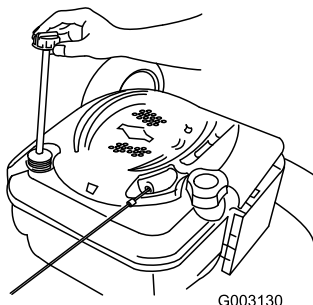

Figura 36
6. Retire la varilla del tubo de llenado de aceite (Figura 36).